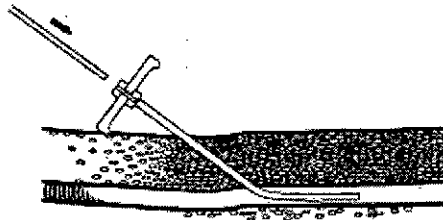

Fig. 3
13. Introduzca el conjunto de catéter y obturador en la vaina hasta donde sea posible. **NOTA:** Al introducir el conjunto en la vaina, es posible que se sienta resistencia en el punto situado a aproximadamente 7 cm en posición distal respecto al ala para sutura, debido a un aumento del diámetro exterior. (**Fig. 3**)
23. Introduzca el conjunto de catéter y obturador en la vaina hasta donde sea posible. **NOTA:** Al introducir el conjunto en la vaina, es posible que se sienta resistencia en el punto situado a aproximadamente 7 cm en posición distal respecto al ala para sutura, debido a un aumento del diámetro exterior. (**Fig. 3**)